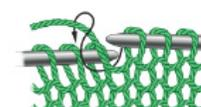

Рис. 8.6. Вязание изнаночных петель
8. Поверните вязание на обратную сторону для второго ряда, который мы будем выполнять *изнаночными петлями* (рис. 8.6).